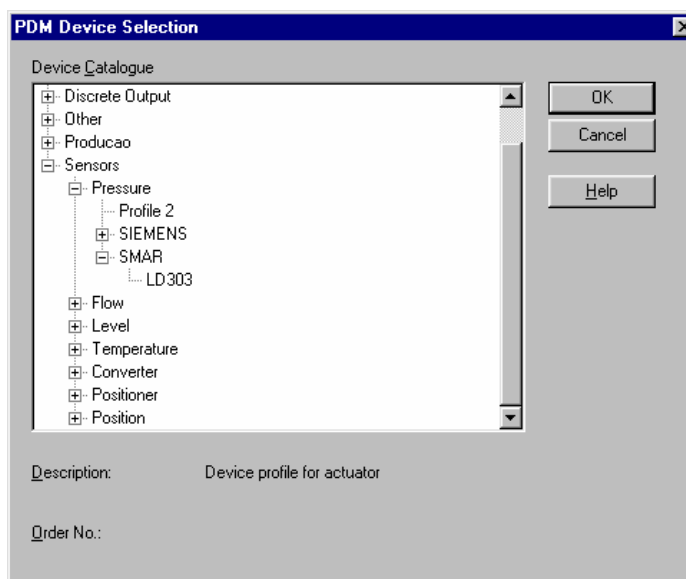

Figura 2.7 - Seleção do Equipamento pelo Simatic PDM
- 2- Após inserir os equipamentos na rede, usar a tela da Figura 2.7 para seleccioná-los. O equipamento deve ser escolhido de acordo com o fabricante e a aplicação;